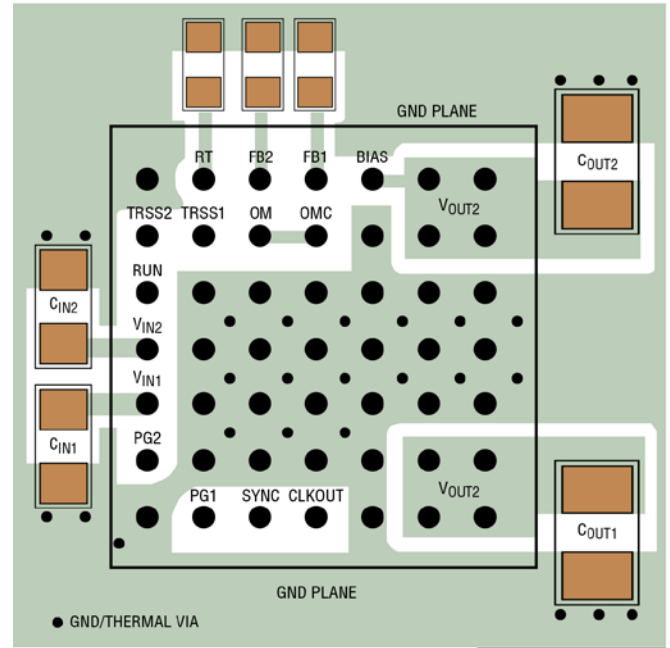

图 2. 布局显示了建议的外部元件、GND 层和散热过孔
LTM8078 的高集成度减轻甚至消除了与 PCB 布局布线相关的大多数麻烦。LTM8078 仍然是开关电源，务必注意尽量降低 EMI 并确保正常工作。虽然集成度很高，但如果布局很随意或不佳，用户也可能无法实现预期的性能。建议布局参见图 2。确保接地和散热合理。
6. 使用过孔将 GND 覆铜区连接到电路板的内部接地层。自由分配这些 GND 过孔，以为印刷电路板内部各层提供良好的接地和散热路径。注意图 2 中散热过孔的位置和密度。这些连接到内部 GND 层的过孔，由于靠近内部功率处理元件，对 LTM8078 的散热是有利的。散热过孔的最佳数量取决于印刷电路板设计。例如，电路板可能使用非常小的过孔，与使用较大孔的电路板相比，前者应使用更多的散热过孔。